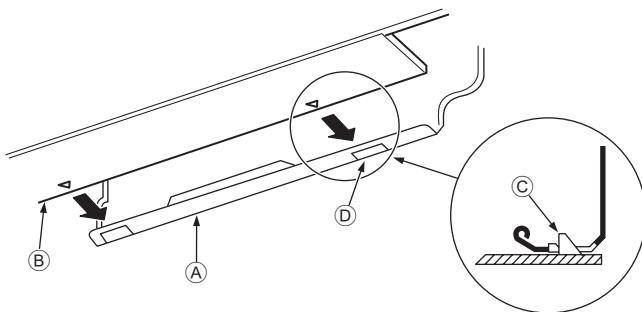

Рис. 3-10
3. Устанавливая трубы хладагента и дренажа в отверстие на стене (муфту), подвесьте верхнюю часть внутреннего блока к монтажной плате ①.
5. Закрепите блок, вдвинув его нижнюю часть в монтажную плиту ①. (Рис. 3-10)
* Убедитесь, что нижние фиксаторы внутреннего блока надежно встали в монтажной плате ①.
- (A) Монтажная плита ①